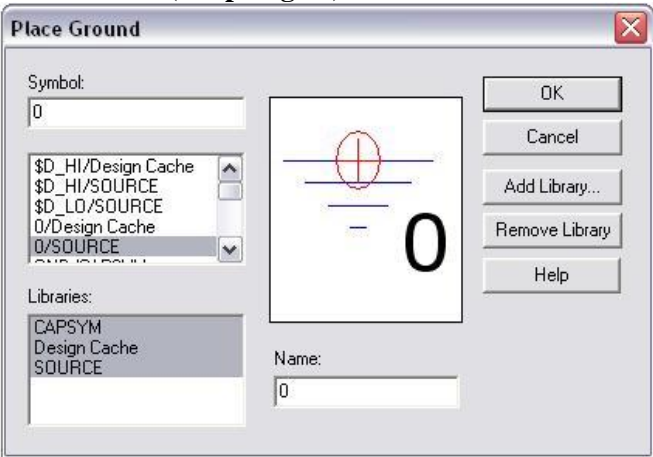

Рис.3. Выбор символа “земли” или источника питания
2.3. Общий (нулевой) проводник аналоговой схемы при моделировании должен быть обязательно соединен с элементом “земли”. Для аналоговых схем в меню **PLACE GROUND**  надо выбрать **0/SOURCE** () (рис.3). Можно также в главном меню “кликнуть” опцию **Place**, в выпадающем меню “кликнуть” **Ground...** - появится окно **Place Ground**. В нём выделить строку **0/Source** и нажать кнопку **Ok**.